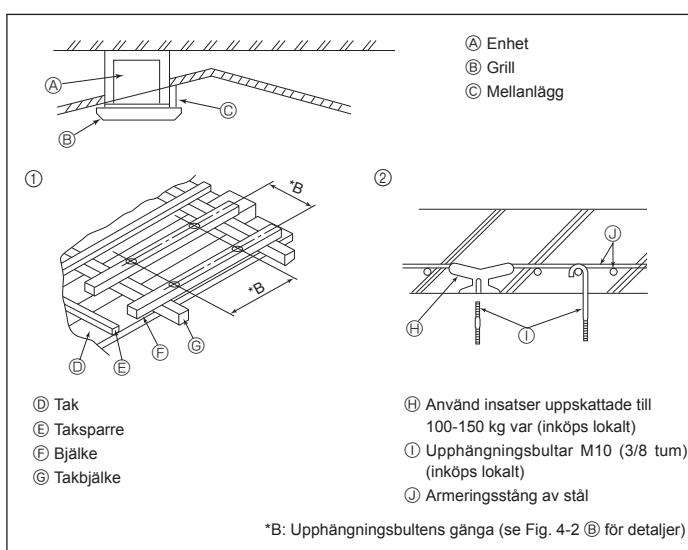
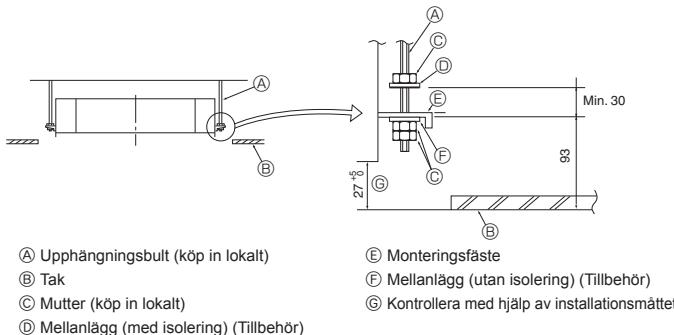

Fig. 4-4
Fig. 4-5
4.4. Struktur för upphängning (förstärkning av upphängningsplatsen) (Fig. 4-4)
① Träbyggnader
② Järnbetongsbyggnader
4.5. Procedur för upphängning av enheten (Fig. 4-5)